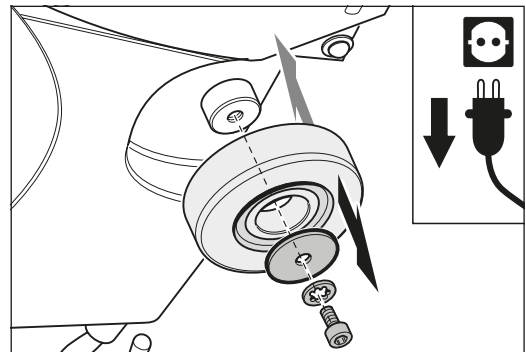

Fig. 48 Retirez la vis et les rondelles situées au centre de la roue et enlevez la roue latérale. Pour le montage, procédez dans l'ordre inverse des opérations.
- 3 Desserrez la vis située au centre de la roue, retirez-la et enlevez les rondelles (fig. 48).